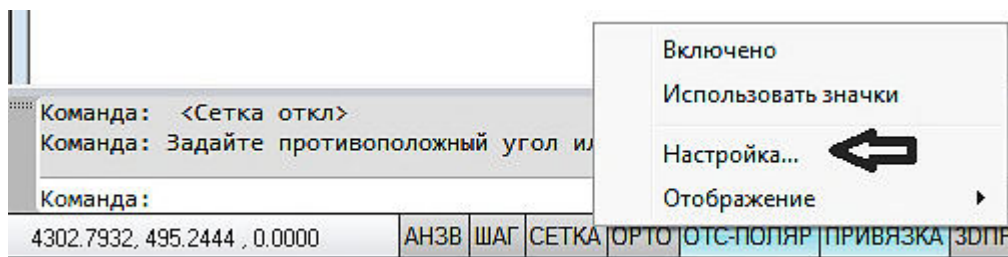
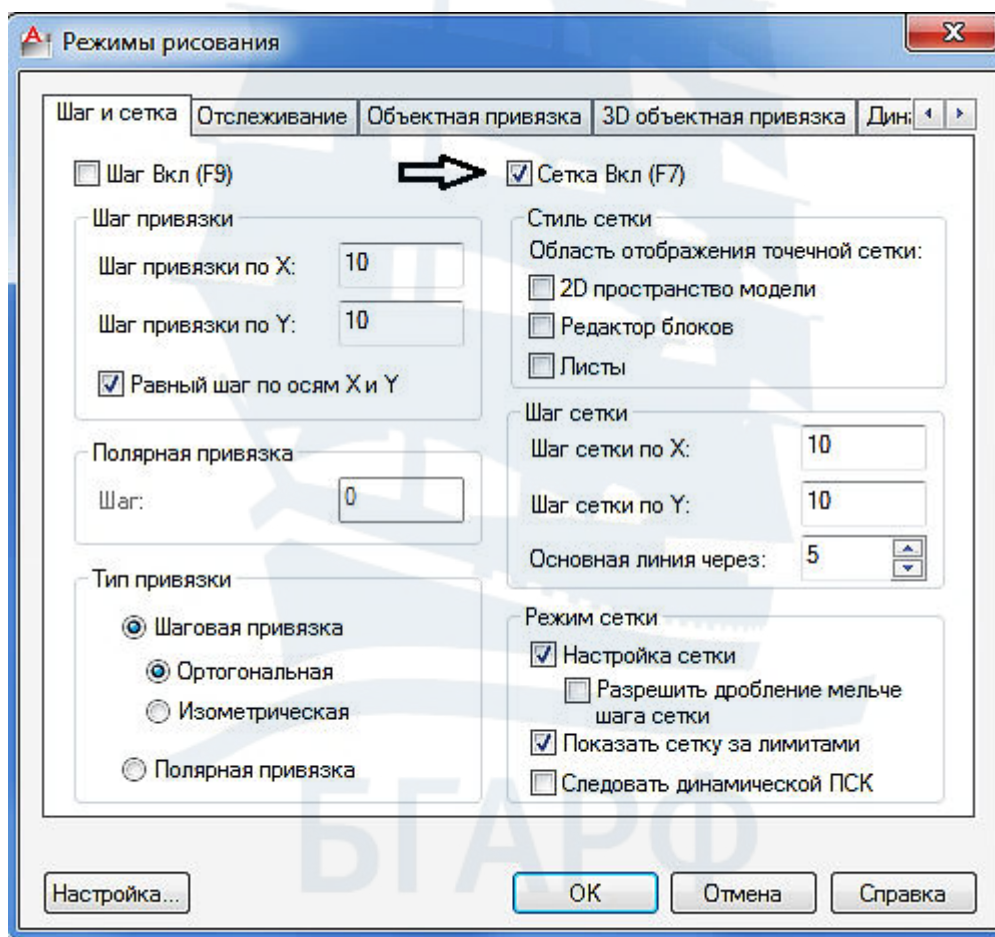

Рис. 44
Рис. 45
– подвести курсор к кнопке **СЕТКА** в строке состояния и правой кнопкой мыши вызвать контекстное меню, в котором выбрать **Настройка** (рис. 44). В появившемся окне **Режимы рисования** на вкладке **Шаг и сетка** установить или убрать галочку рядом с **Сетка Вкл (F7)** (рис. 45). В более поздних версиях (AutoCAD 2017, AutoCAD 2018) следует подвести курсор к кнопке **Отображение сетки чертежа** в строке состояния, щелкнуть правой кнопкой и выбрать **Параметры сетки** –появится окно **Режимы рисования**;
Так же в окне **Режимы рисования** (рис. 45) можно изменить параметры сетки. По умолчанию шаг сетки по осям X и Y равен **10 мм**.